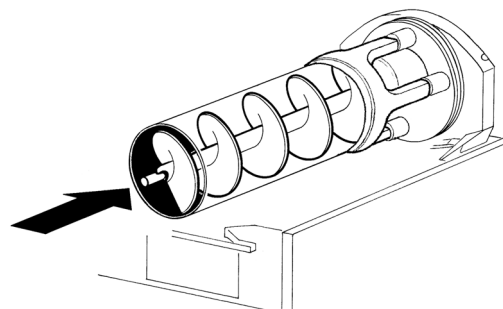

figura 14
- 5 Enfilarse el rascador interior en el evaporador, acompañándolo con cuidado, evitando tocar la pared posterior (ver figura 14).